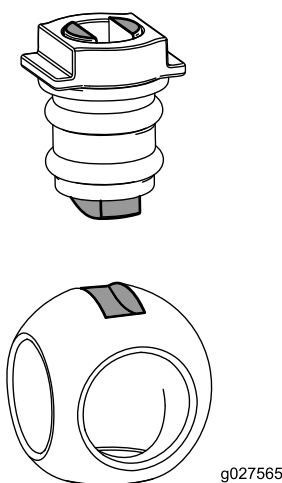

図 80
6. バルブボディーにボールを入れる 図 80。
**注** バルブのステムはボール駆動スロットに収まります。収まらない場合は、ボールの位置を調節してください 図 80。